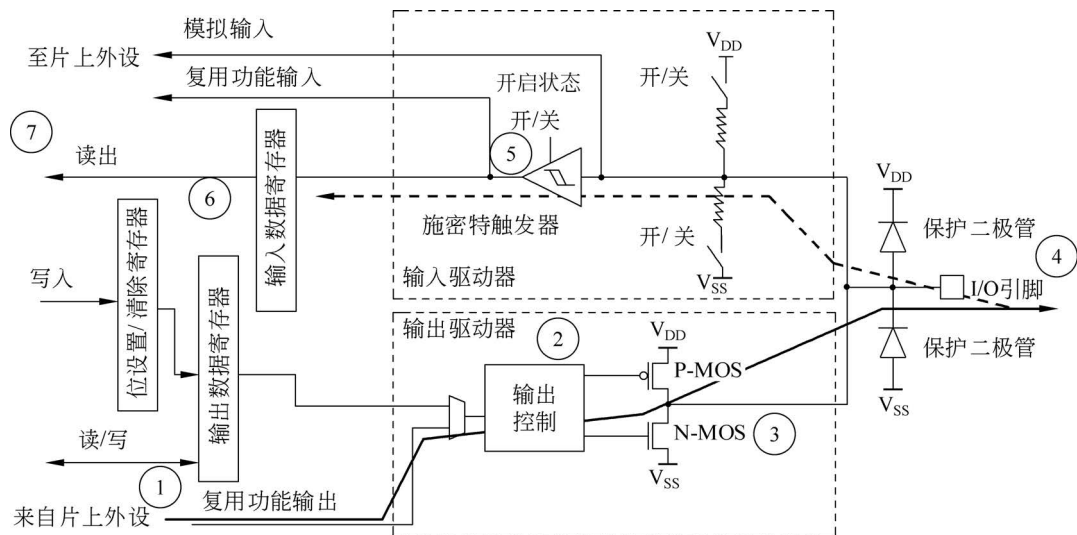

图 3-8 开漏复用输出模式
如图3-8所示,①处的电平直接控制输出控制电路②,而①处的电平是由片上的外设给出的,如用作USART、SPI通信端口时。
与图3-8类似,只是①处的电平直接控制输出控制电路②,而①处的电平是由片上的外设给出的,如用作I2C通信端口时。